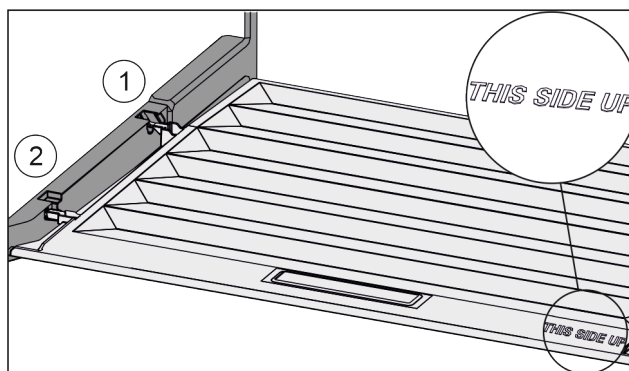

Fig. 162
- ▶ Skyv inn dekseltrinn via åpningen til bakre holder *Fig. 162 (1)* og klikk dem på plass i fremre holder *Fig. 162 (2)*.